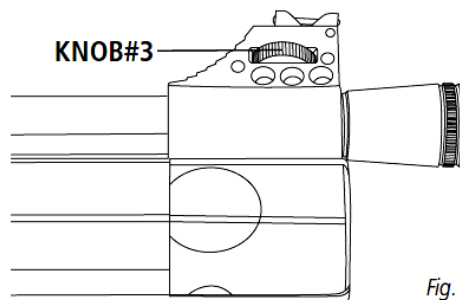

Fig. 5
- Hvis skuddet sidder for højt, drej skruen KNOB #3 mod højre (med uret) (Fig. 5).
- Hvis skuddet sidder for lavt, drej skruen KNOB #3 mod venstre (mod uret) (Fig. 5).